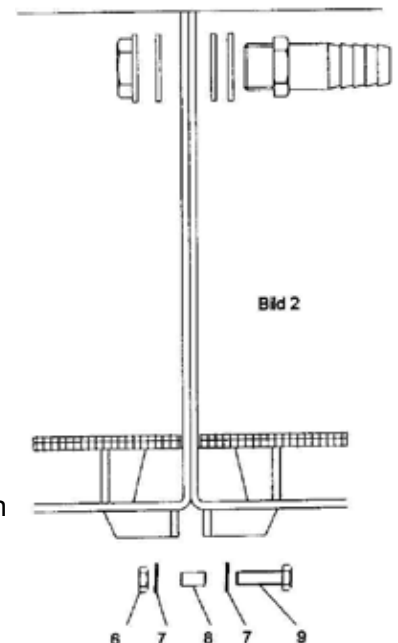

Bild 2
- Schlauchtülle und Behälterverschraubung montieren (siehe Bild 2)